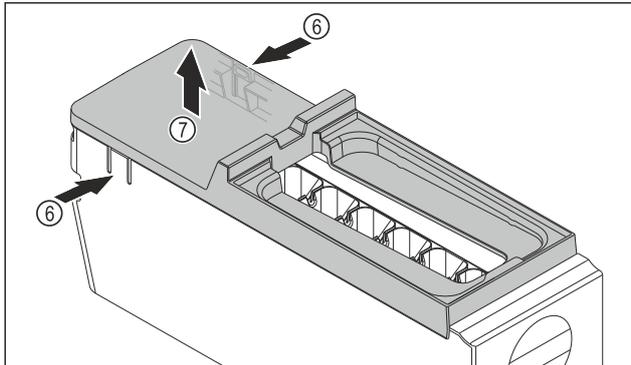

Fig. 88
- ▶ Rimuovere la copertura del corpo dell'EasyTwist-Ice: Con una mano, premere le linguette Fig. 88 (6) su entrambi i lati del corpo dell'EasyTwist-Ice.
- ▶ Con l'altra mano, estrarre verso l'alto la copertura Fig. 88 (7).